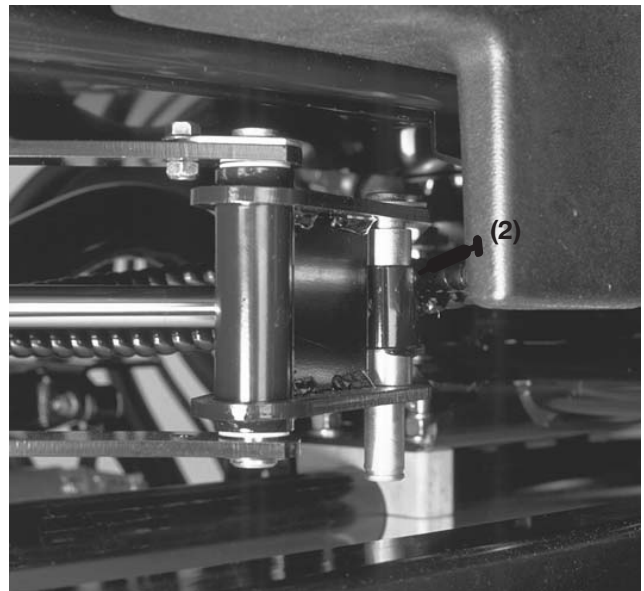

Bild 29
- SideWinder-Zylinderenden (2) (Bild 29)